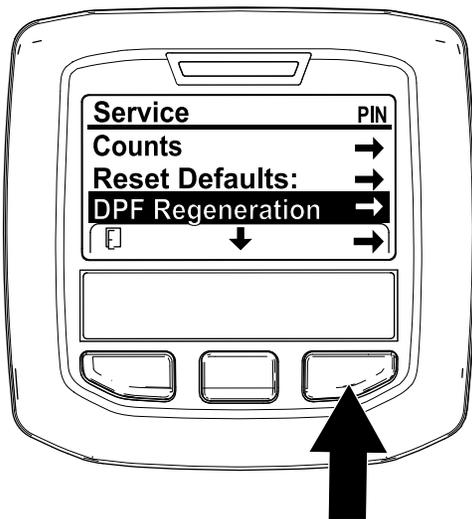

Figura 35
1. Aceda ao menu de manutenção, pressione o botão central para se deslocar para a opção REGENERAÇÃO DO FILTRO DE PARTÍCULAS DE GASÓLEO (Figura 35).
2. Pressione o botão direito para selecionar a entrada Regeneração do filtro de partículas de gásóleo (Figura 35).